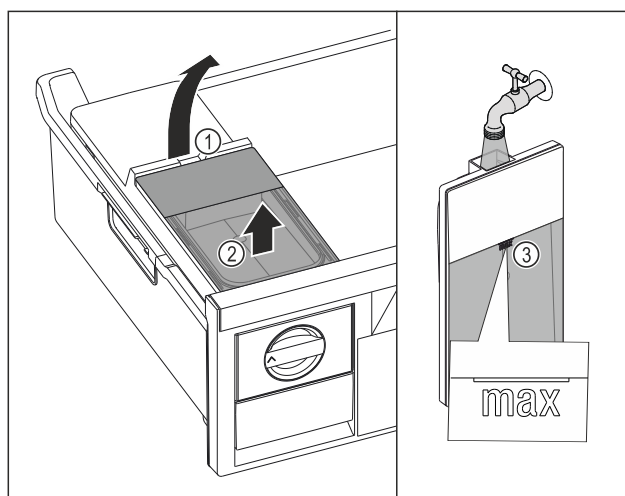

Fig. 128
- Løft vandtanken op til udsparingen Fig. 128 (1).
- Tag vandtanken ud fra oven. Fig. 128 (2)
- Fyld vandtanken med drikkevand op til mærket Fig. 128 (3).